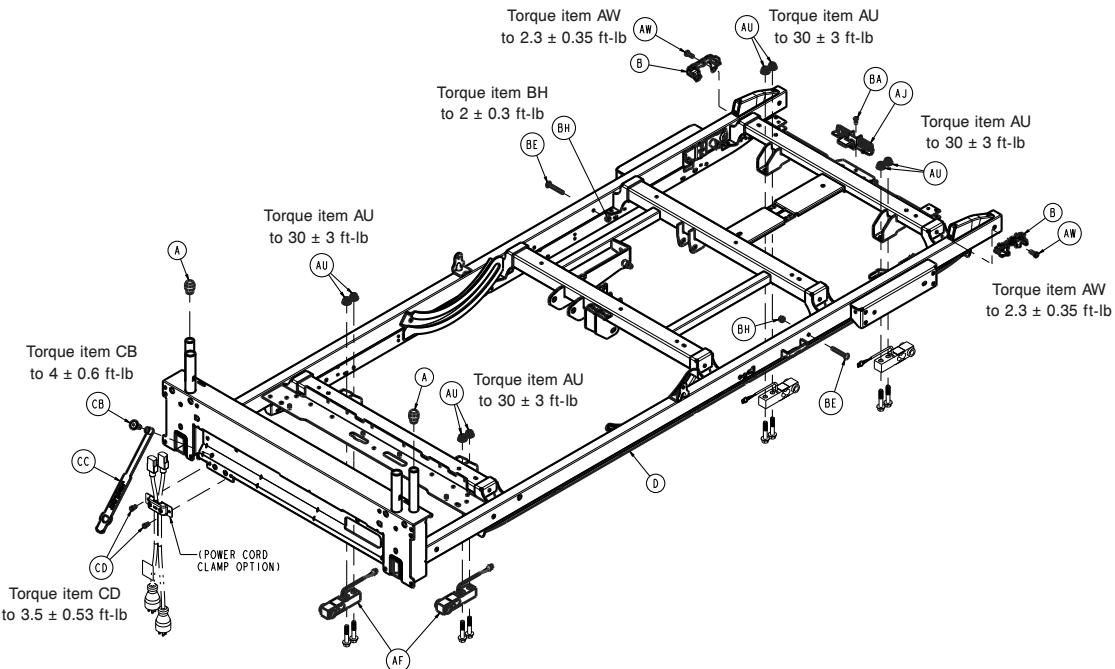

Figure 48 – Remplacement de la cellule de pesage
7. Débrancher la cellule de pesage (AF) (Figure 48).